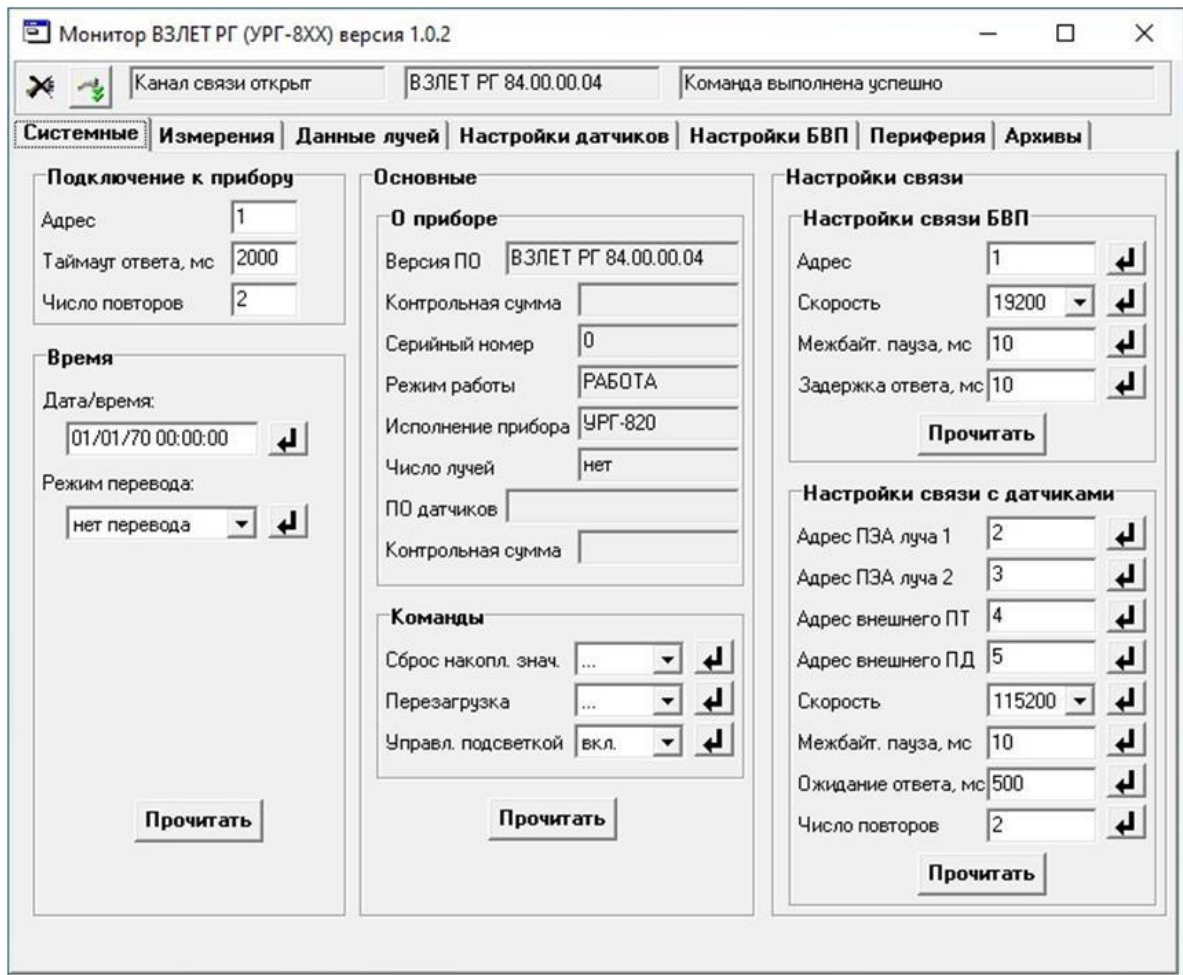

Рисунок 17 - Основное окно программы после установления связи с расходомером.
6.1.3 После настройки параметров связи нажать кнопку , в командной строке появятся сообщения: «**Канал связи открыт**», «**Команда выполнена успешно**» и номер программного обеспечения расходомера (см. рисунок 17), а кнопка включения изменит свой вид: .